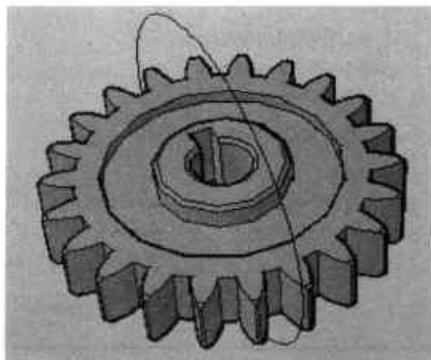

图11-35 绘制运动路径
Step 06 将视图设为左视图，并执行“圆”命令绘制圆形。然后将视图设为西南视图，选中圆形，并将其向Z轴方向移动至合适位置，如图 11-35 所示。